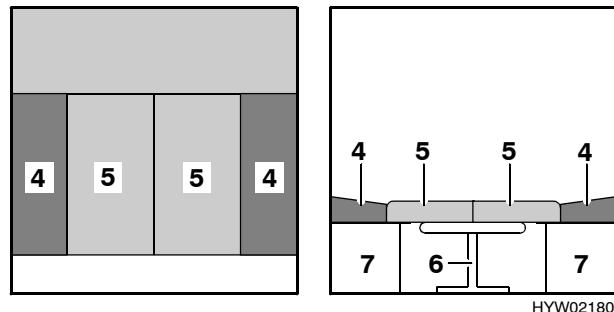

Fig. 90 Dopo la trasformazione
- Posizionare i due cuscini del divano (Fig. 90,5) al centro.
- Piazzare i cuscini dello schienale (Fig. 90,4) tra i cuscini del divano e la parete esterna.